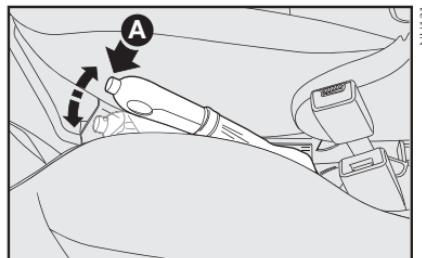

fig. 1
### FREIO DE MÃO - fig. 1
- 1) Levantar levemente a alavanca e apertar o botão de desengate **A**-fig. 1.
- 2) Manter apertado o botão e abaixar a alavanca. A luz-espia ① apaga-se.